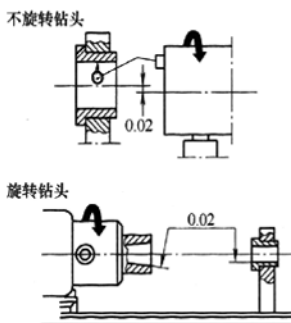

图5
(3) 导向套 导向套磨损或放置位置不恰当都会影响孔的直线度;导向套在钻头钻入工件的初始阶段起导向作用,为提高刀具的寿命和孔的质量,导向套的孔径等于钻头的名义直径并按上公差附加一定的数值。如钻头直径为 120.00mm 的深孔,导向套孔径为 120.012 ~ 120.034mm 间;其次,刀具装夹时,校正导向套和机床主轴中心,不旋转钻头,对称度小于 0.02mm,如图 5 所示。导向套尽量靠近工件表面,提高刀杆的刚性及导向作用。